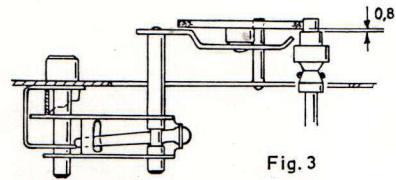

Fig. 3
Svajning kan orsakas av oplana skivor. Den kan även uppstå, om det råkar komma olja på motorns drivrulle eller mellanhjulets och skivtallriks drivande resp drivna delar. Kontrollera också att mellanhjulets höjd är riktigt injusterad mot motorns drivrulle, så att det ej berör närliggande steg. Justera höjden, om så är nödvändigt enl fig 3.
Drivrullen, som har ett mycket litet spel till motoraxeln, kan någon gång fastna på denna så att den inte utan vidare kan tagas loss. Om detta skulle hända då man vill byta rulle, värm då försiktigt på rullens undre del i omkring 30 sekunder med en liten lödkolv, och rullen kommer lätt att gå bort. Använd denna metod även då ny rulle påsattes, om denna skulle gå trögt, men var alltid försiktig så att inte mellanhjulet eller någon kabel förstörs. När rullen är på rätt plats, skall den ha det förhållande till mellanhjulet som visas i fig 3.
Mellanhjulets läge inställes genom att justera med stålfjädern (1) fig 3. Hjulet skall justeras mot motordrivrullens avsats så att klarningarna blir enligt samma figur.